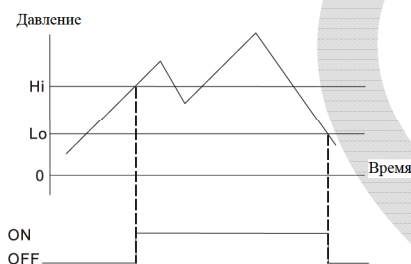

Рис. 2: Гистерезисный режим работы выходов
- Гистерезисный режим.** При заданных порогах давления Hi/Lo, когда измеренное давление превысит значение верхнего порога (Hi), выход включится, а когда давление станет меньше значения нижнего порога (Lo), выход выключится. (См. рис.2.)